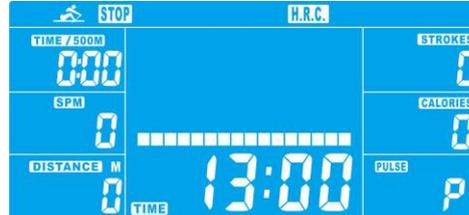

Figure9
- 6.4 Appuyer sur le bouton UP (augmenter) ou DOWN (diminuer) pour présélectionner TIME (temps (figure 9)).